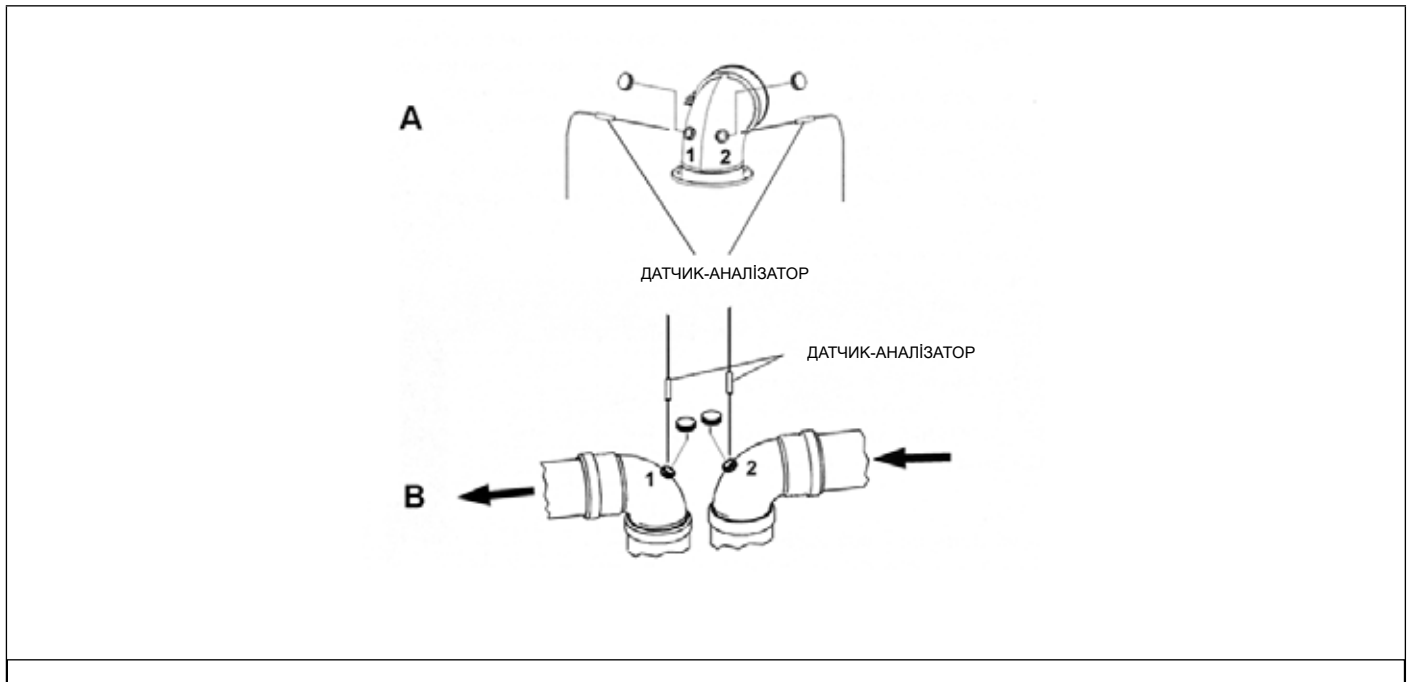

Рис. 20 Точки введення зондів при вимірюванні ККД
- виміряти температуру повітря через отвір 1 (див. відпов. (A) Рис. 20 Точки введення зондів при вимірюванні ККД , для котлів з закритою камерою згоряння з димохідом обладнаним пробовідбірниками).
- виміряти температуру димових газів і вміст CO2 через отвір 2 (див. відпов. (A) Рис. 20 Точки введення зондів при вимірюванні ККД , для котлів з закритою камерою згоряння з димохідом обладнаним пробовідбірниками).
- виміряти температуру повітря через отвір 2 (див. відпов. (B) Рис. 20 Точки введення зондів при вимірюванні ККД , для закритої камери згоряння з димохідом обладнаним пробовідбірниками).
- виміряти температуру димових газів і вміст CO2 через отвір 1 (див. відпов. (B) Рис. 20 Точки введення зондів при вимірюванні ККД , для котлів з закритою камерою згоряння з димохідом обладнаним пробовідбірниками).